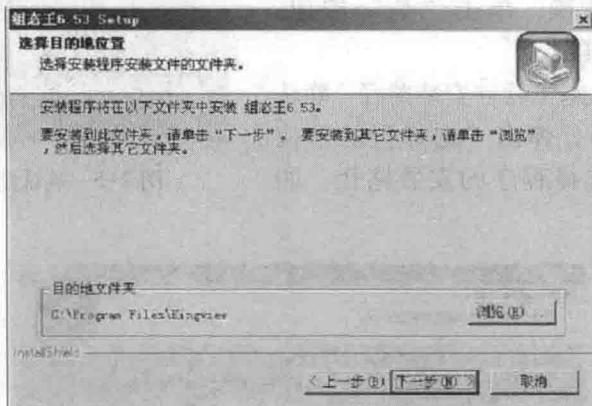

图 2-8 确认安装路径
(9) 在对话框的“路径”中输入新的安装目录。如：C:\Program Files\Kingview 输入正确后，单击“确定”按钮，出现如图 2-8 所示的对话框。